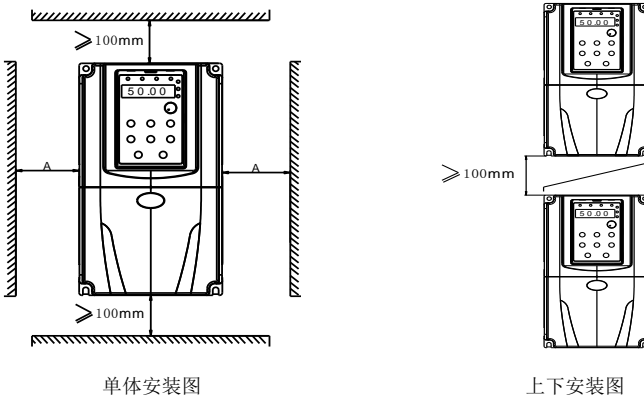

图 3-1 KE300F 驱动器安装示意图
- 1) 请垂直安装驱动器，便于热量向上散发，但不能倒置。若柜内有较多驱动器时，最好是并排安装。在需要上下安装的情况，请参考图 3-1 的示意，安装隔热导热板。
- 2) 安装空间遵照图 3-1 所示，保证驱动器的散热空间；但布置时请考虑柜内其它器件的散热情况。